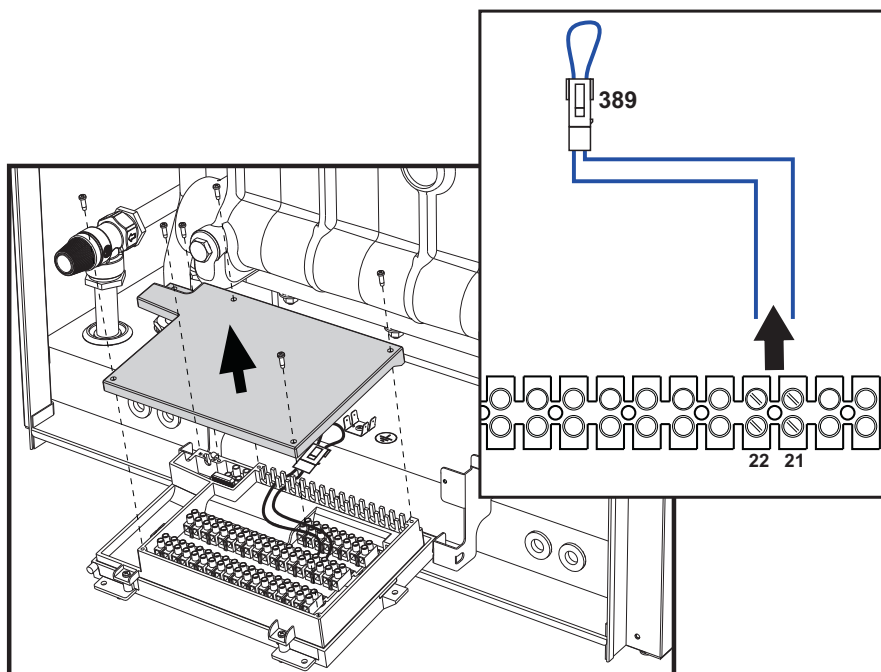

fig. 95
ATENCIÓN: Antes de conectar el termostato de ambiente o el cronomando a distancia, quite la conexión (ref. 389 fig. 95) de los bornes 21 y 22 en la caja de conexiones.